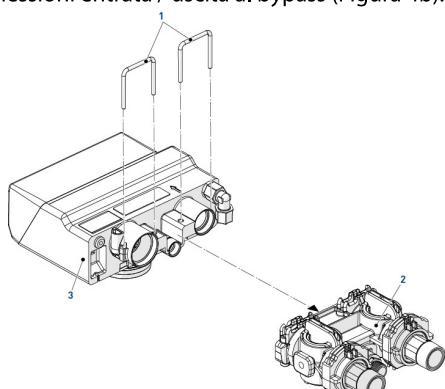

Figura 4a
5. Collegare il bypass all'corpo valvola (Figura 4a), e le connessioni entrata / uscita al bypass (Figura 4b).